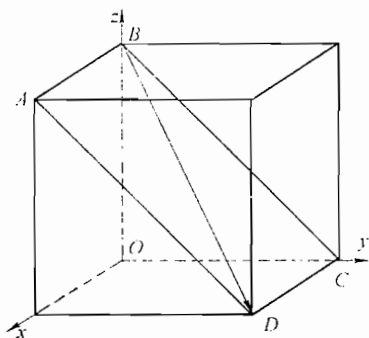

图 26-1 第一题第 1 小题图
1. (4 分) 写出图 26-1 所示立方晶胞中 $ABCD$ 晶面及 BD 晶向的密勒指数。